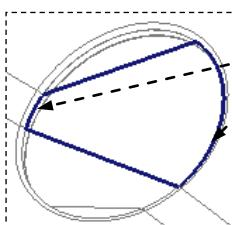

图 21.19 操作步骤 2
② 选取第二方向曲线。在操控板中单击第二方向曲线操作栏，按住 Ctrl 键，依次选取图 21.19 所示的第二方向的两条边界曲线。
(3) 在操控板中单击 按钮，完成边界曲面 2 的创建。